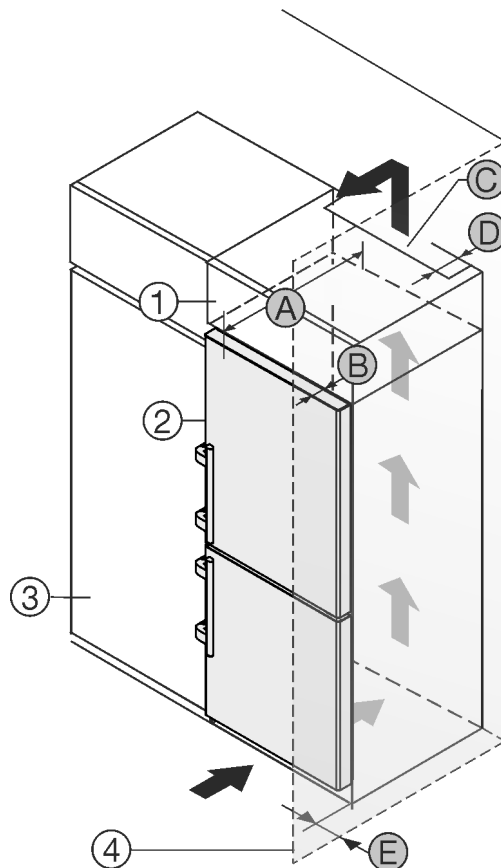

Fig. 2
A készülék közvetlenül a konyhaszekrény *Fig. 2 (3)* mellé állítható.*
A rátétszekrény hátoldalán egy megadott mélységű *Fig. 2 (D)* szellőzőaknázt kell kialakítani a rátétszekrény teljes szélességében.*
A mennyezett alatt be kell tartani a szellőző keresztmetszetet *Fig. 2 (C)*.*
Ha a készüléket a zsanérjaival a fal *Fig. 2 (4)* mellé állítja fel, legalább 57 mm távolságot kell tartani a faltól. Ez a fogantyú túlnyúlásának felel meg, amikor kinyitja az ajtót.*
Ahhoz, hogy az ajtót teljesen ki tudja nyitni, a készüléknek a konyhaszekrény elülső oldalához képest legalább az ajtó mélységének *Fig. 2 (B)* megfelelően ki kell állnia. A konyhaszekrények *Fig. 2 (3)* mélységétől és a fali távtartók használatától függően a készülék nagyobb mértékben is túllóghat előre felé.*